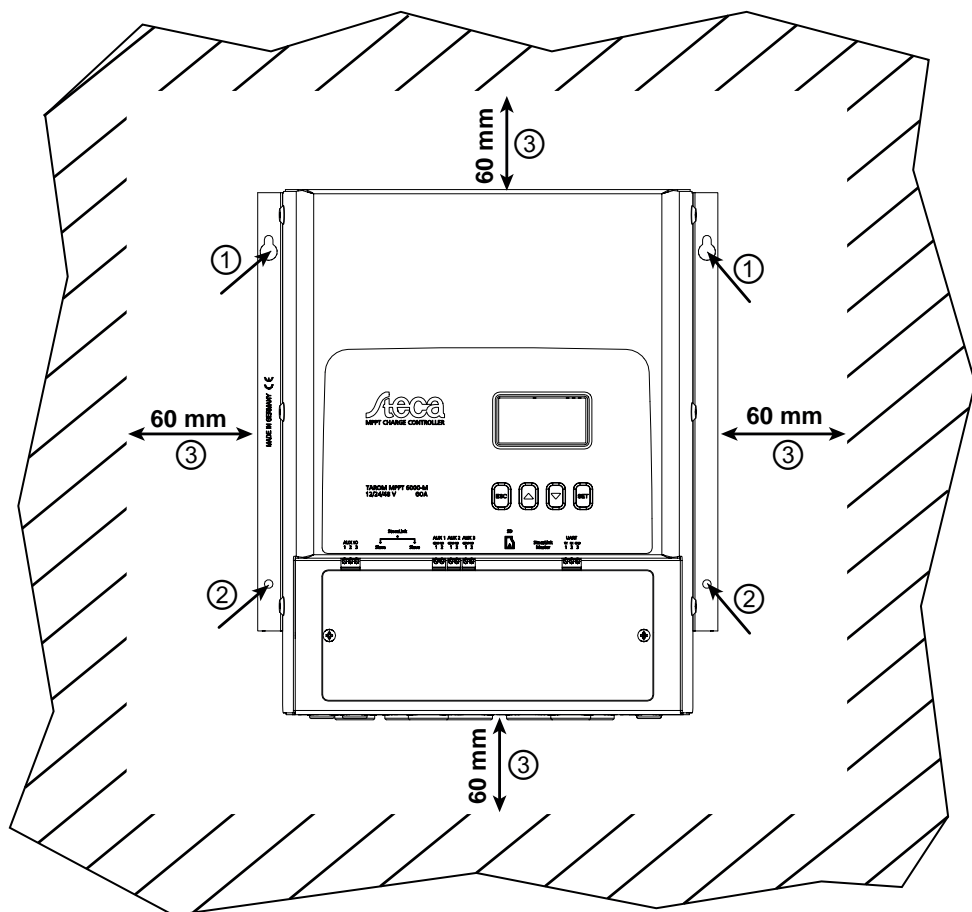

Fig. 5: Ouvertures de fixation ①/② et espaces libres ③
- La zone autour du régulateur présente de toutes parts un espace libre minimal de 60 mm (③ dans Voir la fig. 5).
- Ne percez pas à travers les ouvertures de fixation ①/② (Voir la fig. 5).
2. ➤ Posez le régulateur en position horizontale sur la surface de montage et dessinez les trous de montage à travers les ouvertures de fixation ①/② dans Voir la fig. 5.